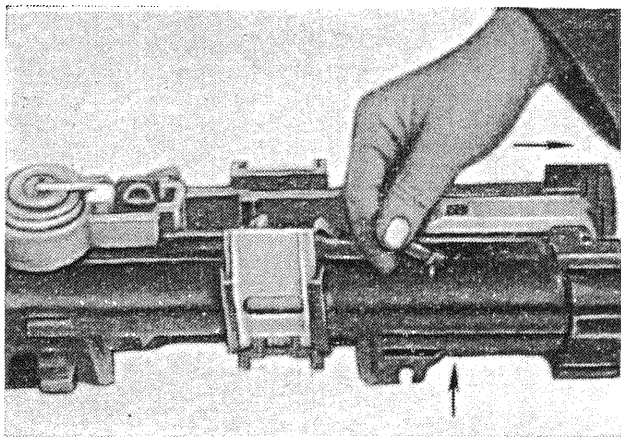

Рис. 57
5. Сдвинуть задний упор назад до совмещения отверстия под замыкатель упора с отверстием в коробке и вставить замыкатель упора (рис. 57).